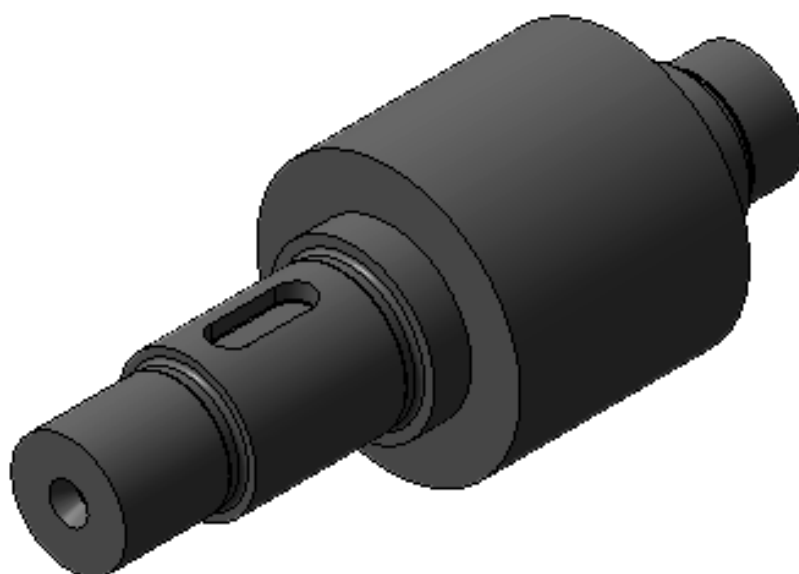

Рисунок 9.11 – Вал со шпоночной канавкой
- в списке **Выбор типоразмеров и параметров** выполнить двойной щелчок на значении длины паза **22 мм**. Шпоночная канавка будет построена (рисунок 9.11).